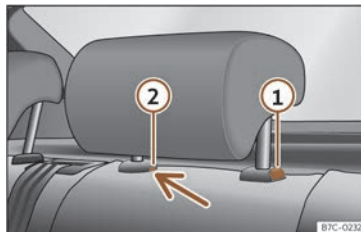

Fig. 102 Appuie-tête arrière : démontage.
- Appuyez sur la touche >>> fig. 102 ① en appuyant simultanément sur le trou de la serrure ② avec un tournevis plat d'une largeur maximale de 5 mm et retirez l'appuie-tête.